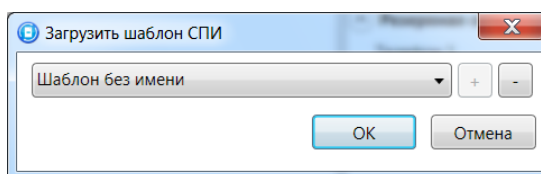

Рис. 9.4. Окно *Загрузить шаблон СПИ*
**Загрузить шаблон настроек:** открытие окна *Загрузить шаблон ПКП* (рис. 9.4), с помощью которого можно сконфигурировать контроллер по предварительно созданному шаблону. Для того чтобы применить шаблон, выберите его в списке и нажмите кнопку *ОК*. Для того чтобы удалить один из сохраненных шаблонов, выберите его в списке и нажмите кнопку .